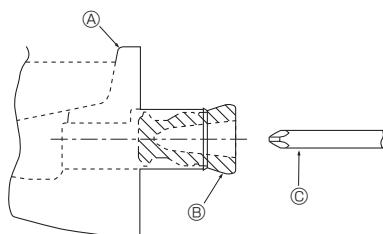

Fig. 5-1
- Ved røropplegg fra venstre side skal gummipluggen føres inn i høyre avløpsåpning. (Fig. 5-1)
- (A) Dreneringspanne